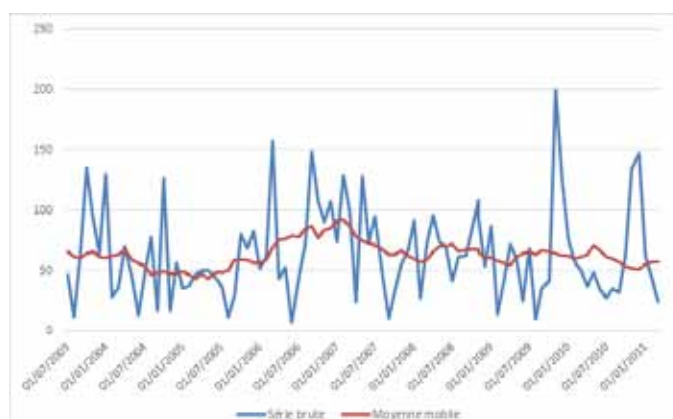

Figure 5 : Moyenne-mobile sur la pluviométrie de plusieurs années (source : UNIMA, 2014).
- **Moyenne-mobile** : c'est une moyenne qui est calculée sur N valeurs consécutives "glissantes". Elle permet de lisser les variations saisonnières et ainsi d'apprécier la tendance générale d'évolution du paramètre considéré. Si elle est très adaptée pour les pollutions d'origine diffuse fortement liées aux conditions de ruissellement (figure 5), elle peut masquer une variation brutale liée à un rejet ponctuel. Cet indicateur n'est intéressant que si vous disposez d'au moins trois années de mesures. Il est à noter que la dynamique à long terme de la plupart des paramètres mesurés (particulièrement influencés par les pollutions d'origine diffuse) est très lente et s'apprécie en terme de décennies plutôt que d'années (Anras & Guesdon, 2007). La moyenne-mobile est calculée à partir de la fonction MOYENNE dans un tableur.